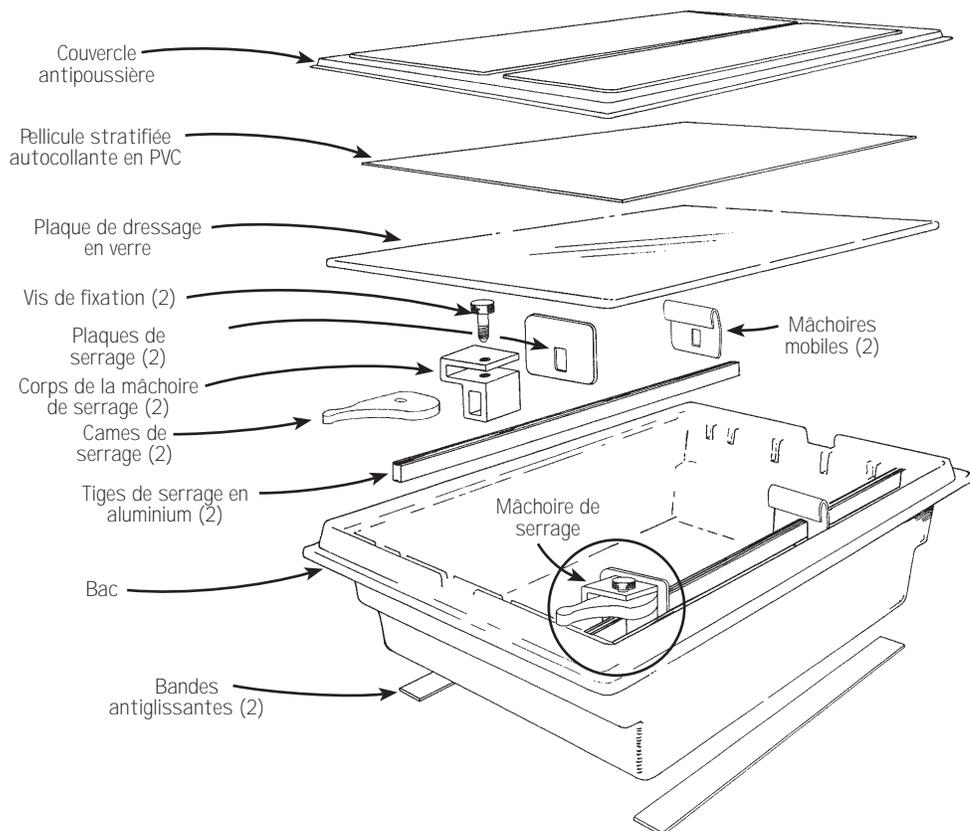

Figure 1 : Composants
3. Glisser un corps de mâchoire de serrage, une plaque de serrage et une mâchoire mobile sur chaque tige de serrage, comme le montre la **figure 1**.
5. Insérer une came de serrage dans le corps de chaque mâchoire de serrage, comme l'illustre la **figure 1**, puis consolider le tout avec une vis de fixation.